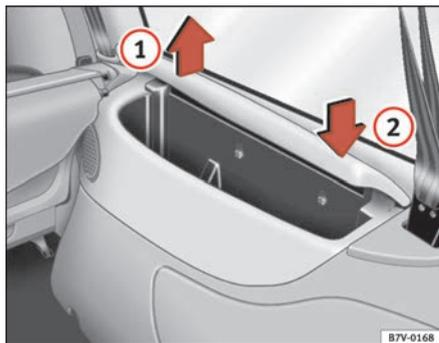

Fig. 102 Portaoggetti nel bagagliaio
Per aprire, tirare il coperchio nel senso della freccia ① ⇒ fig. 102.
Per chiudere, premere sul coperchio nel senso della freccia ② ⇒ fig. 102. ■